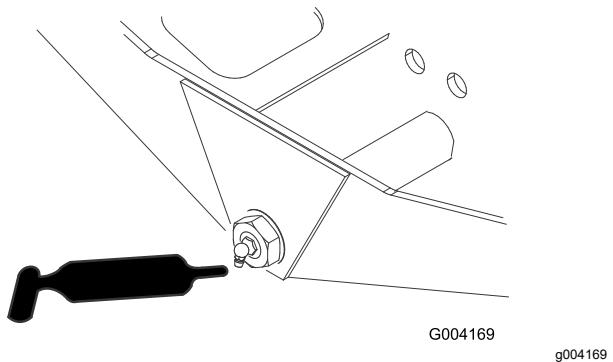

Figure 109
- Pivot de direction d'essieu (1) (Figure 109)